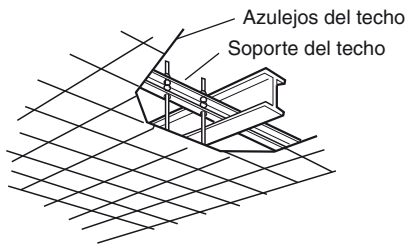

Fig.3-4
- Utilice los soportes de techo existentes o construya un soporte adecuado (Fig. 3-4).